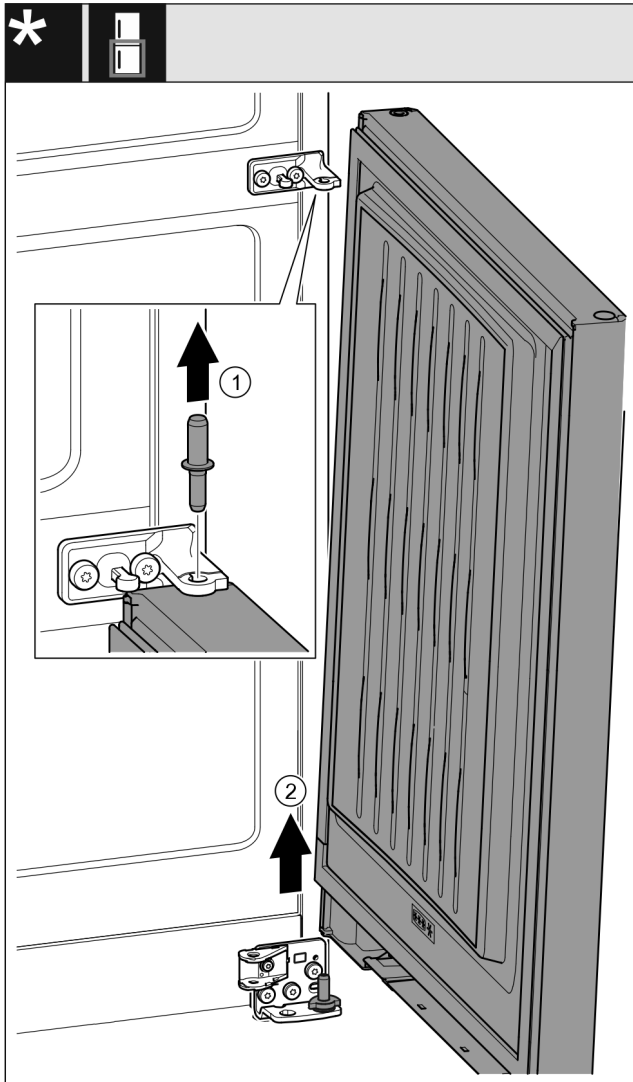

Fig. 25 \*
- ▶ Bolzen Fig. 25 (1) nach oben herausziehen.\*
- ▶ Tür Fig. 25 (2) herausschwenken, nach oben ziehen und beiseitestellen.\*